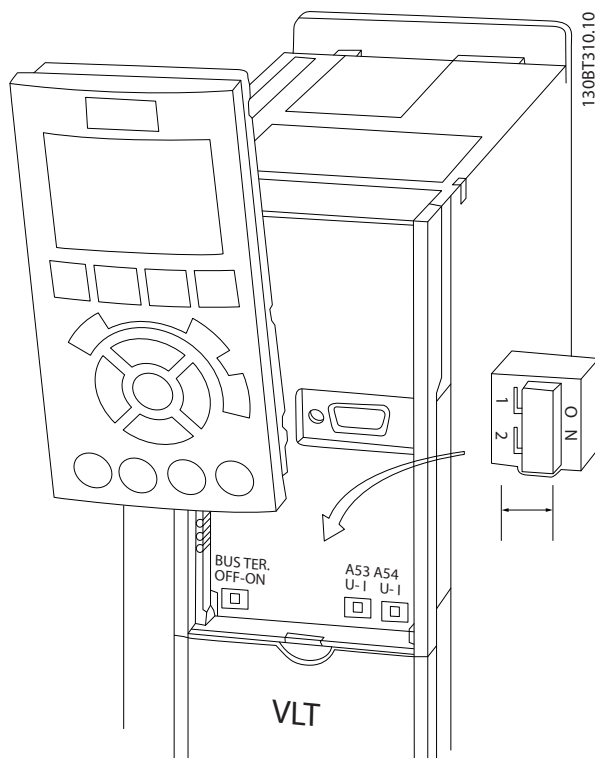

图 2.26 端子 53 和 54 的开关的位置
- 在拆下 LCP 后可以看到这些开关（请参阅图 2.26）。注意，设备的某些选件卡可能挡住这些开关，因此必须拆卸它们才能更改开关设置。拆卸选件卡之前，务必断开设备电源。